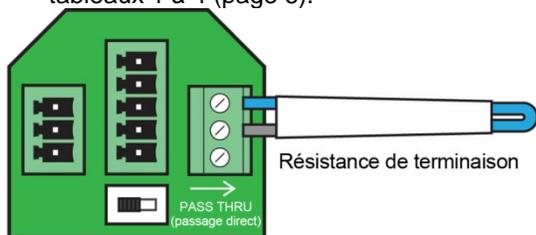

Figure 7. Seule la résistance de terminaison du dernier luminaire de chaque série doit rester installée.
- Vérifier que la résistance de terminaison est installée sur le dernier luminaire de chaque série (voir figure 7).